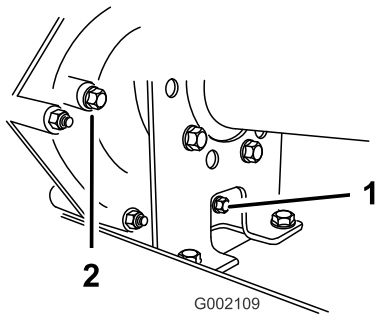
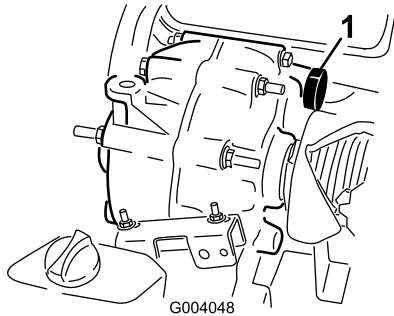

Bild 42
Bild 43
2. Entfernen Sie die Ablassschraube aus der rechten Seite des Behälters (Bild 42) und lassen die Flüssigkeit in ein Auffanggefäß ablaufen. Schrauben Sie die Ablassschraube wieder fest ein, wenn keine Flüssigkeit mehr ausströmt.
3. Füllen Sie ungefähr 1,4 Liter SAE 10W300 Motoröl in den Behälter (Bild 43) oder füllen Sie soviel Öl ein, dass der Ölstand an der Unterkante des Füllstand-Prüflochs liegt (Bild 42).